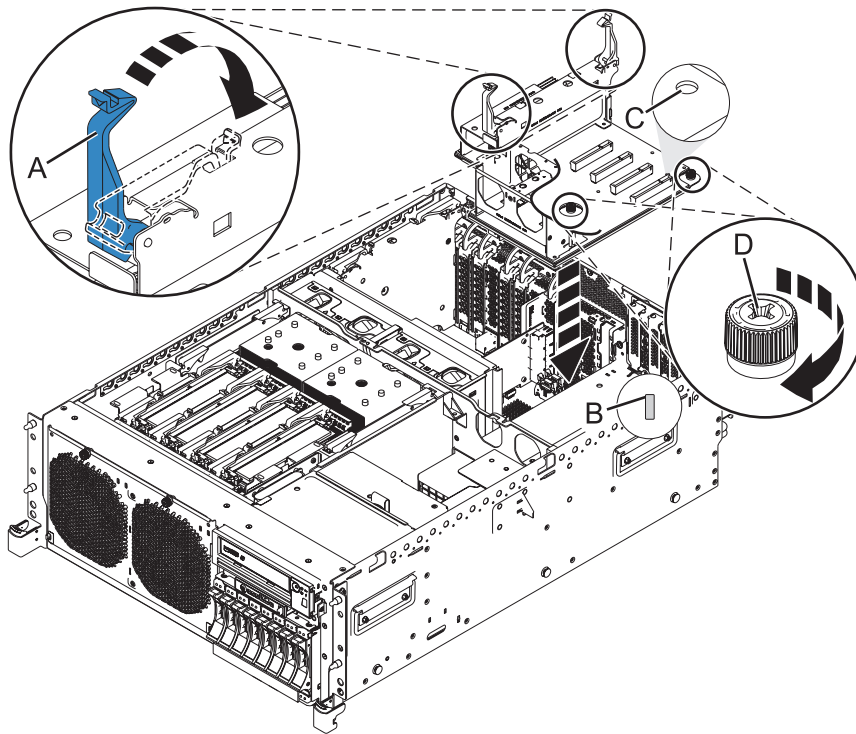

Figure 39. Installation d'une carte d'extension dans une unité centrale montée en armoire
13. Alignez soigneusement le trou de la carte d'extension (**C**) sur son homologue mâle (**B**) sur la carte mère, puis abaissez-la jusqu'à ce qu'elle soit alignée totalement à plat sur la carte mère. Voir figure 39 , à la page 48.